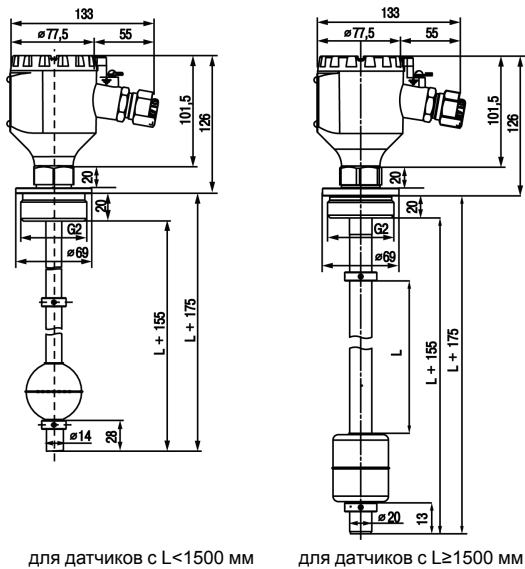

Рисунок 6.1 – Габаритные и присоединительные размеры
- убедиться, что габаритные и присоединительные размеры на технологическом объекте соответствуют размерам датчика (см. *рисунок 6.1*) – для исполнений с присоединительной резьбой G2;